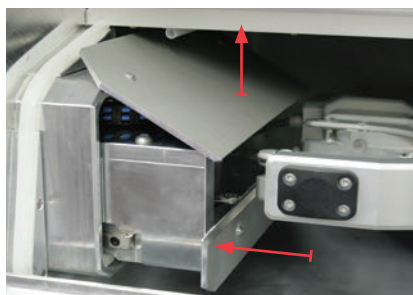

FIGURA 10: CARRO DE DESBLOQUEO EN LA CÁMARA DE TRABAJO
- M8.** Sujete la compuerta con una mano y, con la otra, presione el carro de desbloqueo hasta el tope en dirección al cambiador de piezas en bruto (véase la figura 10).